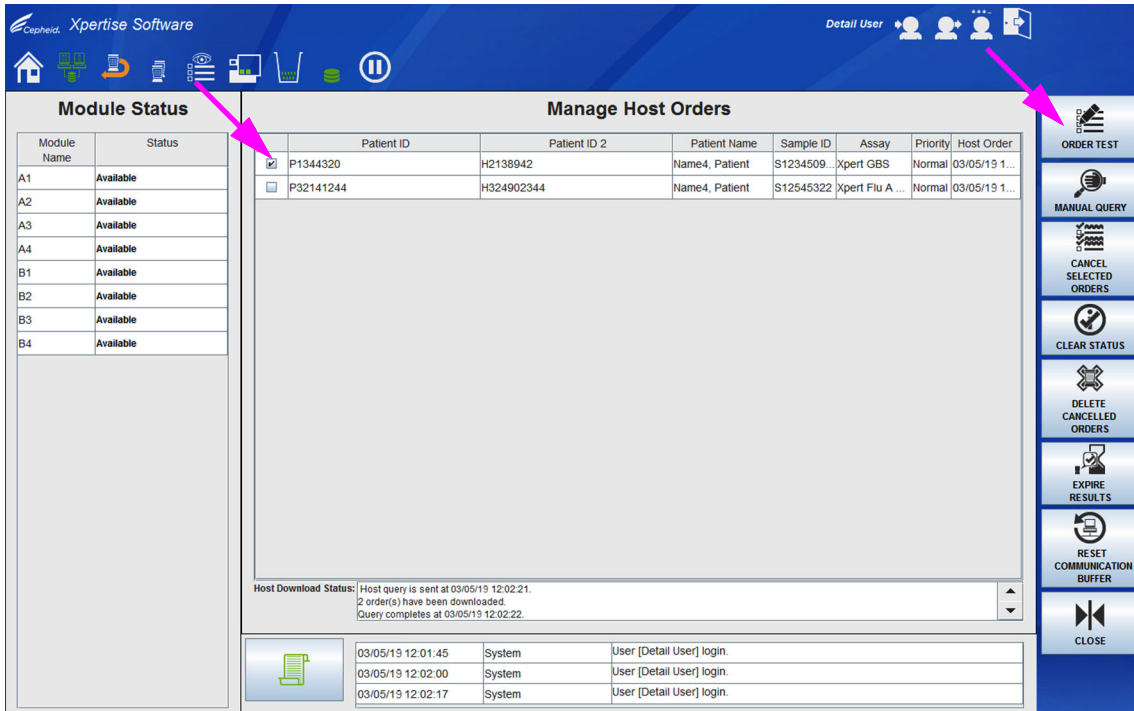

图 5-164. 显示待处理主机指令的管理主机指令 (Manage Host Orders) 工作区
1. 选择**管理主机指令**图标以显示管理主机指令 (Manage Host Orders) 工作区面板。请参见图 5-164。
可以选择**手动查询 (MANUAL QUERY)** 按钮 (请参见图 5-164)，以列出当前在主机上的所有测试指令，以便手动从主机请求新测试指令。从主机下载指令之后，按照第 5.8.1.1 节中的指示继续操作。